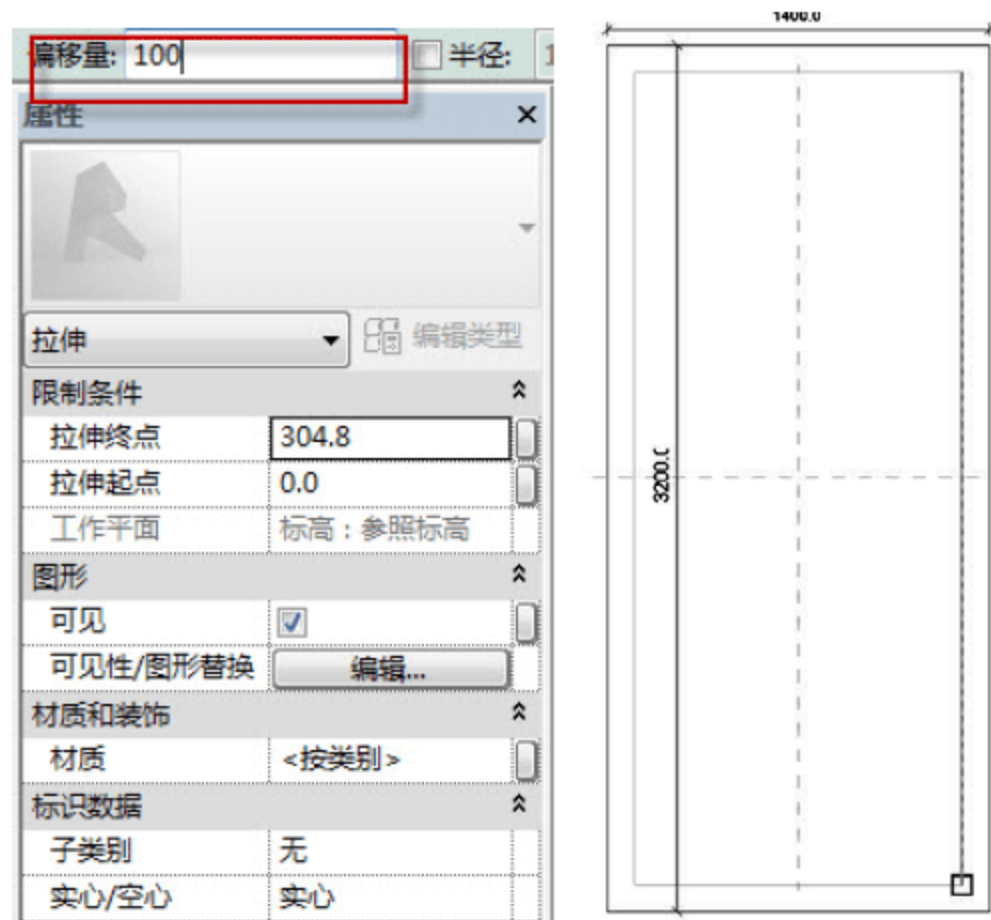

图 2.1.19 定义垫层平面
(5) 定义垫层长和宽。选择“创建”→“拉伸”→“矩形”命令，在“偏移量”选项栏，输入 100（垫层超出承台 100mm），如图 2.1.19 所示，绘制矩形垫层。